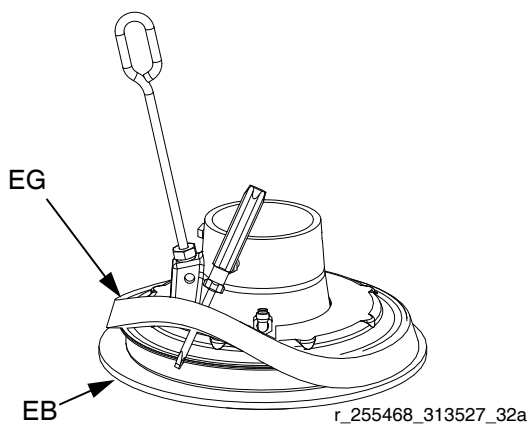

FIG. 13: Installazione del distanziale
2. *Lavorando dall'alto*, utilizzare un cacciavite per posizionare il distanziale (EG) tra la flangia e gli eccentrici (EB). Vedere la FIG. 13.